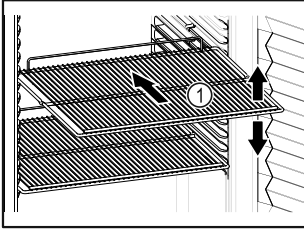

Fig. 62 Esimerkkikuva
- Sovita siirrettävät ritalatasot Fig. 62 (1) korkeuden mukaan.